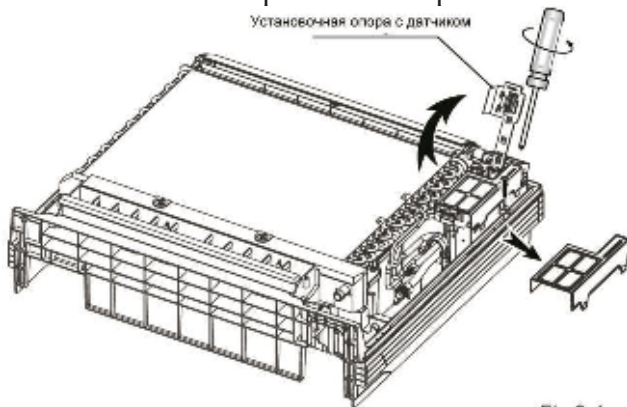

Fig. 9-1
- Установочная опора с датчиком поворачивается на другую сторону и затем снимается крышка электрического блока (см. Рис. 9-1).